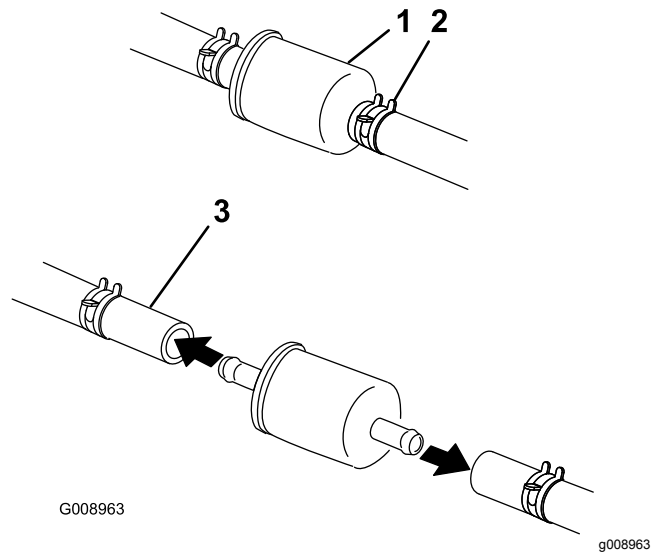

Figura 65
6. Apriete los extremos de las abrazaderas y deslícelas por el tubo alejándolas del filtro (Figura 65).
8. Instale un filtro nuevo y acerque las abrazaderas al filtro (Figura 65).